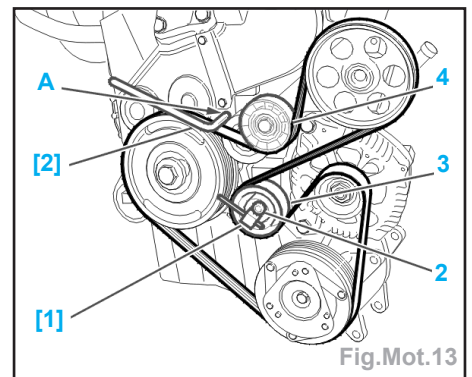

Fig.Mot.13
- Reposer la courroie en finissant par le galet tendeur dynamique (4) (Fig.Mot.13).
- Agir sur le galet excentrique (3) à l'aide de l'outil [1] dans le sens des aiguilles d'une montre pour libérer l'outil [2] du trou de pigeage (A).
- Sans modifier la position du galet, serrer la fixation (2) à **4,5 daN.m**.